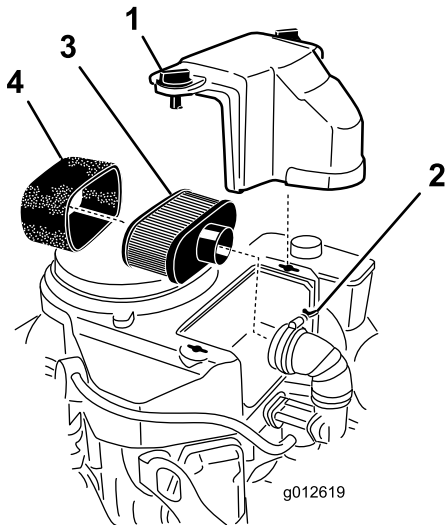

Bild 28
3. Reinigen Sie den Bereich um den Luftfilter herum, um zu verhindern, dass Schmutz in den Motor fällt und Schäden verursacht (Bild 28).
4. Lockern Sie die Handräder der Abdeckung und nehmen Sie die Luftfilterabdeckung ab (Bild 28).
5. Lösen Sie die Schlauchklemme und entfernen Sie den Luftfilter (Bild 28).
- Ziehen Sie den Schaumstoffeinsatz vorsichtig vom Papiereinsatz (Bild 28).
- Reinigen Sie den Papiereinsatz durch leichtes Klopfen, um Staub herauszurütteln. Wechseln Sie den Papiereinsatz aus, wenn er sehr schmutzig ist (Bild 28).
- Schieben Sie den Schaumstoffeinsatz vorsichtig vom Papiereinsatz (Bild 28).
- Schieben Sie den Luftfilter auf das Luftfilterunterteil oder den Schlauch und befestigen ihn (Bild 28).
- Setzen Sie die Luftfilterabdeckung auf und ziehen Sie die Handräder der Abdeckung fest (Bild 28).